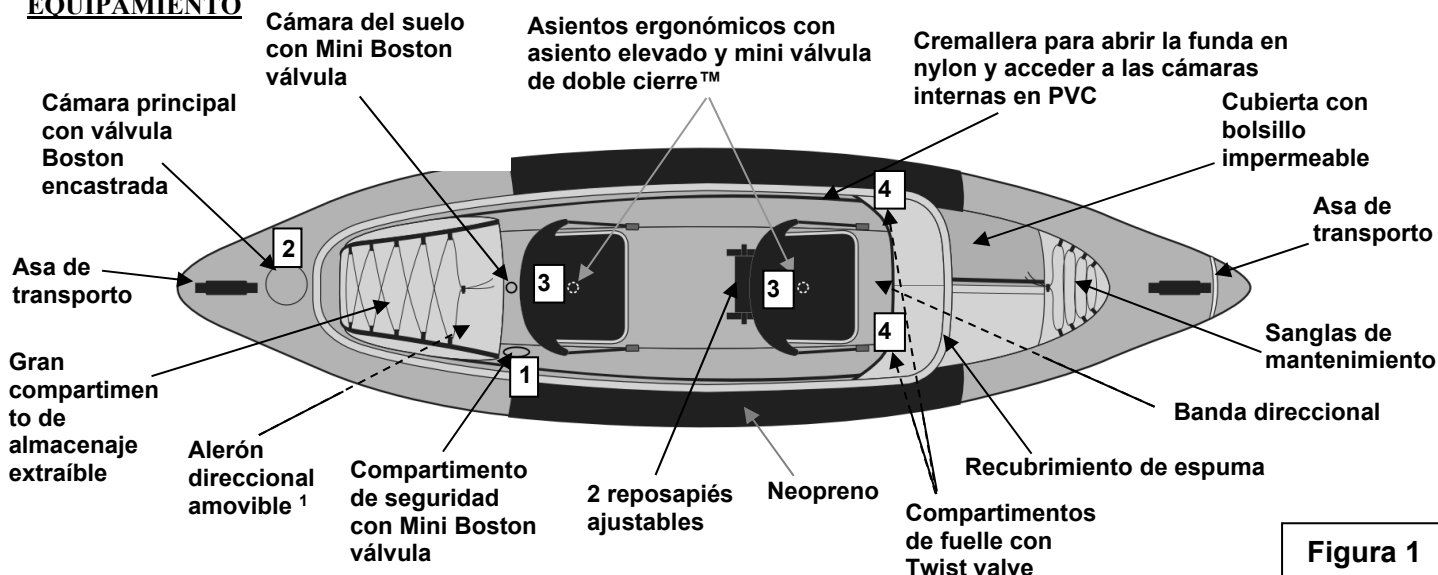

Figura 1
- a) Válvula(s) Boston (figura al lado) : para hinchar, quitar el tapón de la válvula (1) ; enroscar el cuerpo de la válvula (2) en la base de la válvula (3), sobre el flotador ; verificar que el tapón sigue siendo accesible. Insertar la extremidad del tubo del hinchador en la válvula. Hinchar el flotador hasta la presión requerida (ver punto 3). Al terminar el inflado, cerrar la(s) válvula(s) con el tapón. **NOTA** : es normal comprobar un ligero escape de aire antes de apretar el tapón de una válvula. **ÚNICAMENTE LOS TAPONES ASEGURAN LA ESTANQUEIDAD FINAL.**
- b) Válvula de doble cierre™ y Mini válvula doble de cierre™ – ver dibujo en página 2 / a: Abrir la válvula (A). Para comenzar, tirar del tapón externo hasta abrirlo (B). Introducir la boquilla del aparato inflador en la válvula abierta y poner en marcha el inflador (C). Para cerrar la válvula: empujar con el aparato inflador hasta que el tapón se hunda hacia dentro, cerrando herméticamente el tapón interno (D). Retirar el aparato y cerrar el tapón externo. La válvula deberá aparecer hundida hacia dentro sobre sí misma (E).
3. Hinchar el producto siguiendo el orden de hinchado indicado en la placa de identidad imprimida sobre el producto (referirse también a la figura 1, numeración de las válvulas).